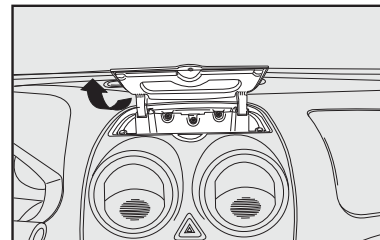

fig. 70
- na parte superior central do painel **fig. 70**;